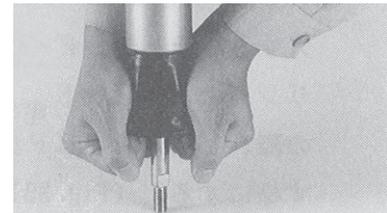

Fig.32
4-B-3 FCD-40-8 ~ FCD-100-144 分解手順 (Fig.32参照)
- ③ ピストンからBFダイヤフラムF Ass'yを外す。(Fig.32)
4-B-4 FCD-40-8 ~ FCD-100-144 組み立て手順 (Fig.32参照)